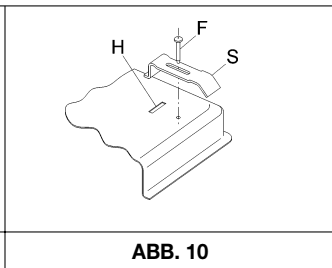

ABB. 10
- Fixieren Sie das Kochfeld mit den dafür vorgesehenen Befestigungsstücken "S", wobei Sie darauf achten sollten, dass der vorstehende Teil in den im Boden befindlichen Schlitz "H" eingeführt wird. Schrauben Sie die Schraube "F" fest, bis das Befestigungsstück "S" blockiert ist (siehe Abb. 10).